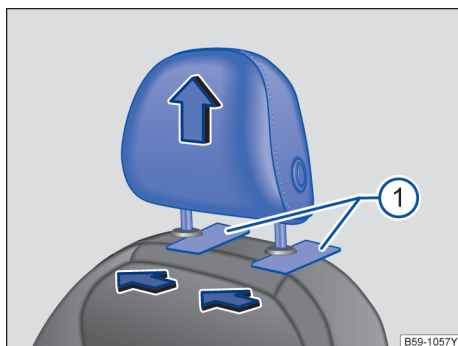

图 78 拆卸和安装前排头枕
- 松开头枕时，一人用一扁平器具（例如，塑料卡片）插入靠背套与头枕导杆护套之间 → 图 78①，同时另一人将头枕完全拔出。